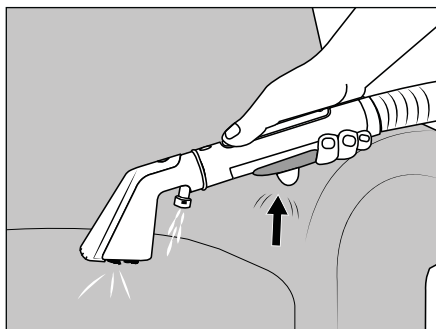

Fig. 6
(1) Assicurarsi che durante l'uso dell'apparecchio le aperture di aspirazione ②③/③① della bocchetta per imbottiture ②② o della bocchetta per giunti ②⑨ non vengano bloccate da oggetti lasciati in giro, filacce, peli o simili. Ciò potrebbe causare danni alla bocchetta per imbottiture ②② o alla bocchetta per giunti ②⑨, che non funzionerebbero più correttamente. (2) Prima di iniziare la pulizia controllare se l'etichetta del produttore dell'imbottitura, moquette o tappeto riporta particolari istruzioni per la cura. L'apparecchio non è adatto a tessuti delicati (ad es. seta, pelle, flokati ecc.). (3) Prima di utilizzare detergenti (detergente a base d'aceto o detergente per imbottiture) provare ad effettuare la pulizia con l'apparecchio dapprima in un punto poco visibile, in modo da assicurarsi che il colore non venga alterato. (4) Prima di usare l'apparecchio, montarlo correttamente e riempire il contenitore dell'acqua pulita ②. (5) Spegnerne l'apparecchio prima di sostituire la bocchetta per imbottiture ②② con la bocchetta per giunti ②⑨ o viceversa. (6) Se il contenitore dell'acqua sporca ⑦ è pieno, il galleggiante ⑥ chiude l'apertura di aspirazione e l'apparecchio funziona ad un numero di giri maggiore. Spegnerne subito l'apparecchio (vedere il capitolo 7.1. **Pulizia del contenitore dell'acqua sporca**).
- ◆ Sollevare le maniglie da trasporto ①⑧ e trasportare l'apparecchio fino al luogo in cui se ne ha bisogno.
- ◆ Sostenere la bocchetta per imbottiture **22** a 2-3 cm sopra l'area da pulire e azionare il tasto di spruzzo **20** per applicare acqua/soluzione detergente dall'ugello vaporizzatore **26** (vedere fig. 6).